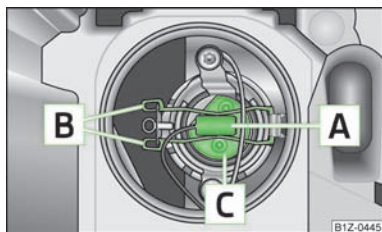

Fig. 166
- Remove connector **A** » Fig. 166.